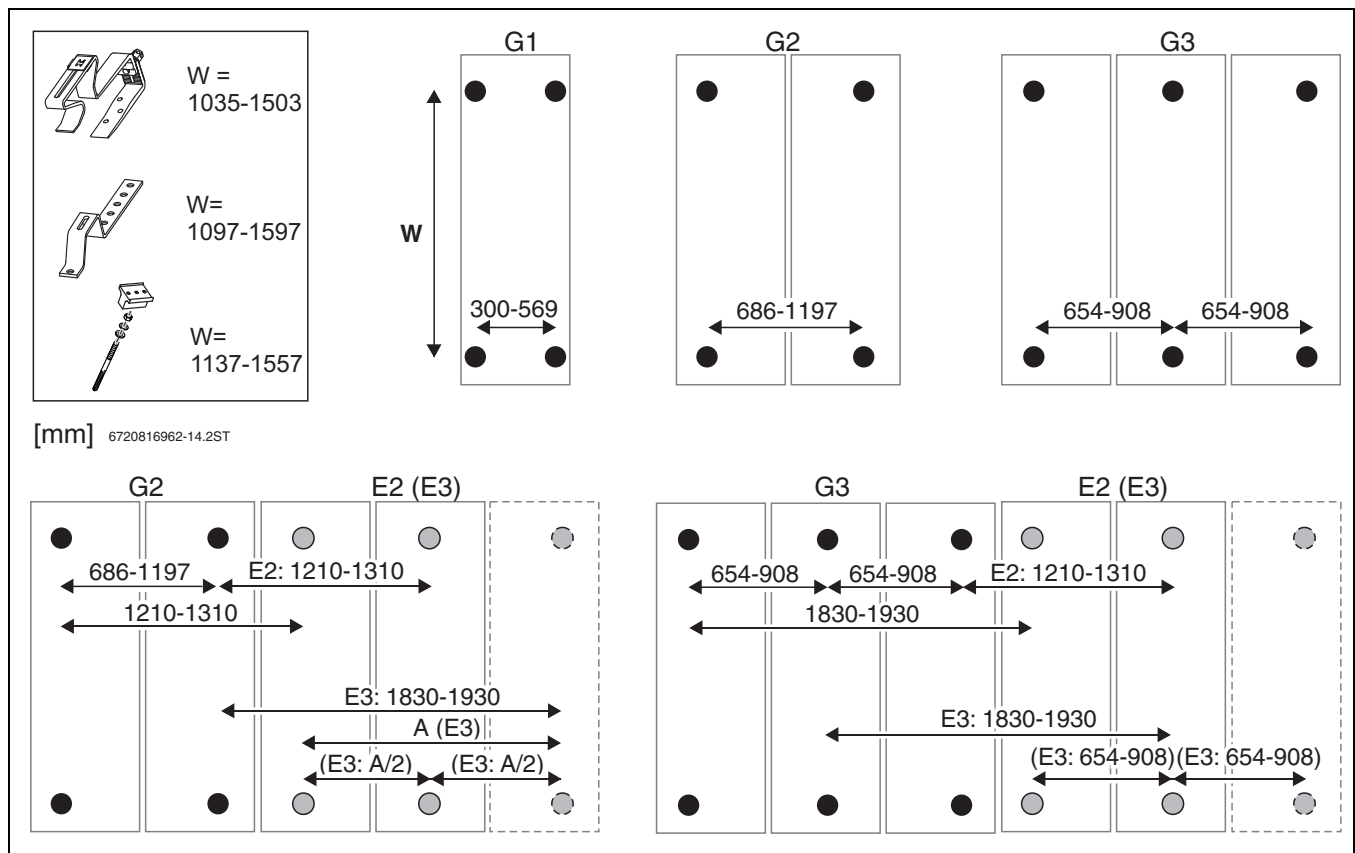

Bild 21 Abstände der Dachanbindungen (Dachhaken, Sonderdachhaken oder Stockschraube)
- ▶ Dachhaken-Positionen festlegen und auf das Dach übertragen (→Bild 21).